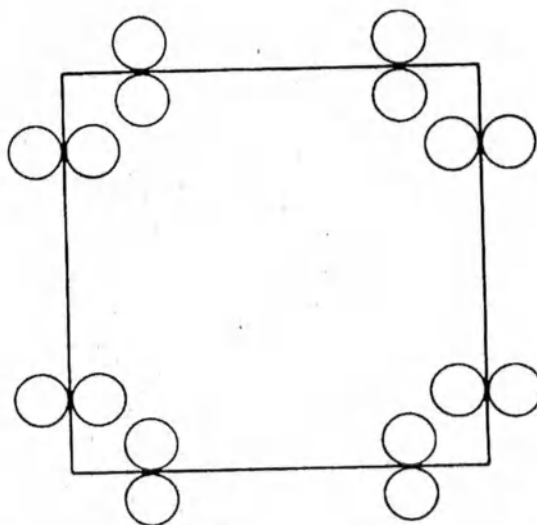

Рисунок 2.24.1 - Калибрование-выравнивание светового поля
- положите 16 монет (или шайб) на кассету, см рисунок 2.24.1 ниже;